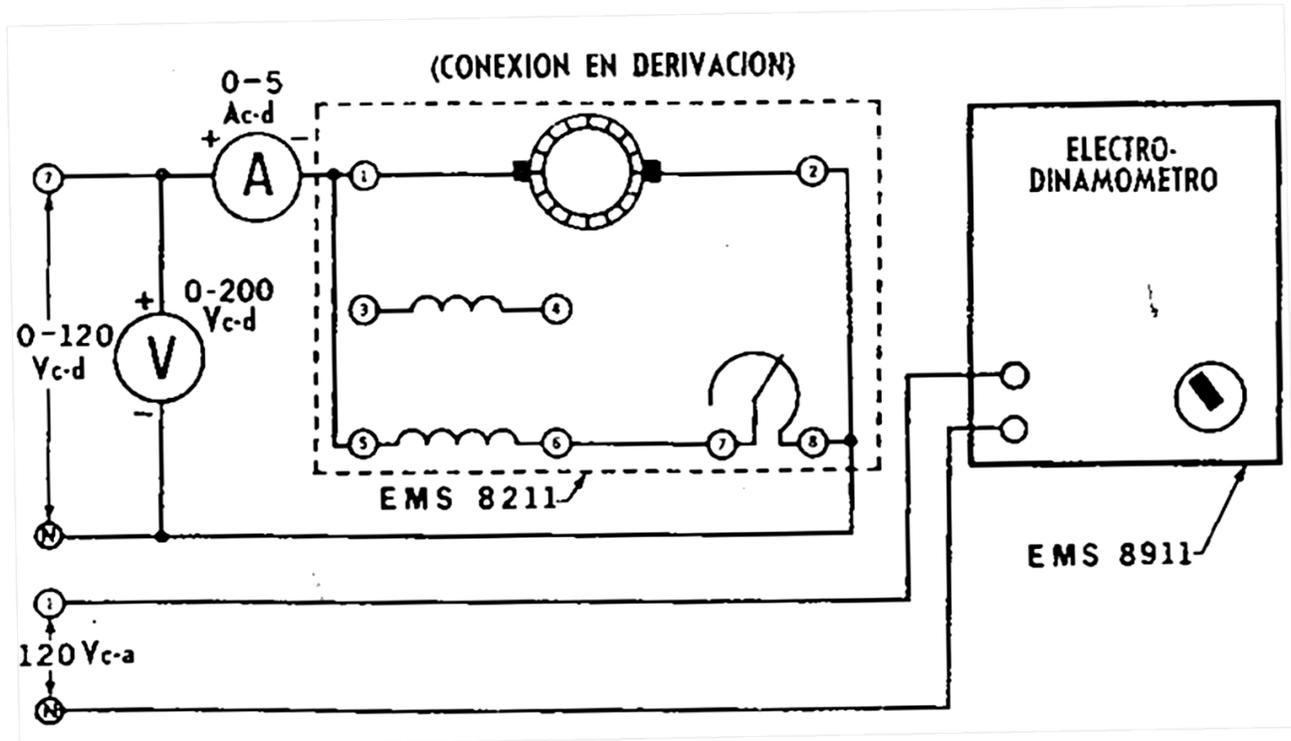

Figura 3-1
1. Conecte el circuito ilustrado en la **Figura 3-1**, utilizando los **Módulos EMS de fuente de energía, motor/generador de c-d, medición de c-d y electrodinamómetro.**